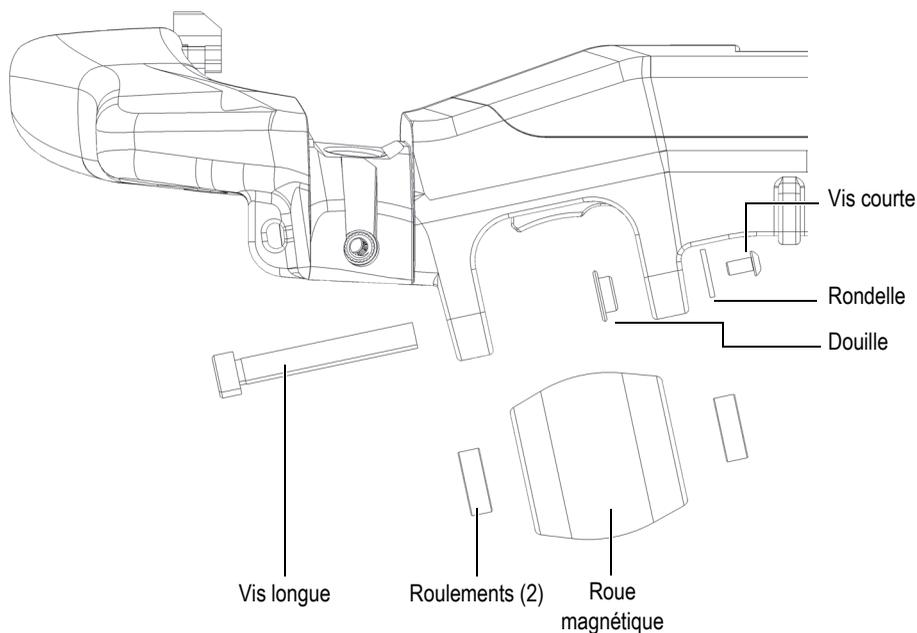

Figure 5-2 Démontage et remplacement d'une roue magnétique — Pièces
2. Retirez la roue en prenant soin de ne pas faire tomber la douille qui se trouve à l'intérieur (Figure 5-2 à la page 82).
3. Avant d'installer la nouvelle roue, assurez-vous que les roulements sont correctement positionnés de chaque côté de la roue, que la douille est insérée dans le trou le plus au centre et que la rondelle est sur la vis courte, comme le montre la Figure 5-2 à la page 82.